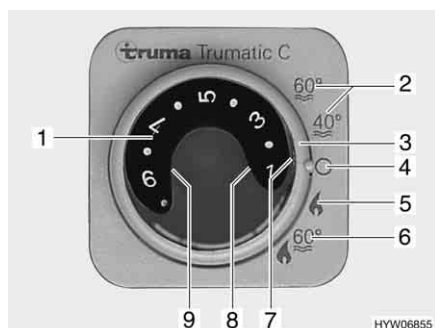

Fig. 60 Unité de commande pour chauffage/chauffe-eau
- Régler le mode de régime à l'aide de l'interrupteur tournant (Fig. 60,3).
Le chauffage règle le degré d'allumage automatiquement en fonction de la température ambiante requise. Une fois que la température ambiante désirée est atteinte, le brûleur s'éteint. La température intérieure est mesurée avec la sonde de température qui se trouve à côté du panneau de contrôle. En mode "Chauffage et chauffe-eau" (Fig. 60,6) l'eau est également chauffée dans le chauffe-eau. Il est possible de faire fonctionner le chauffage en mode "Chauffage sans chauffe-eau" (Fig. 60,5) et le chauffe-eau vide.
- Régler le bouton tournant de température (Fig. 60,1) de l'unité de commande sur la température de chauffage désirée.
- Régler l'interrupteur tournant (Fig. 60,3) en régime hiver "Chauffage sans chauffe-eau" (Fig. 60,5) ou en régime hiver "Chauffage et chauffe-eau" (Fig. 60,6).
Le voyant de contrôle vert (Fig. 60,7) s'allume.
- Régler l'interrupteur tournant (Fig. 60,3) sur "O" (Fig. 60,4).